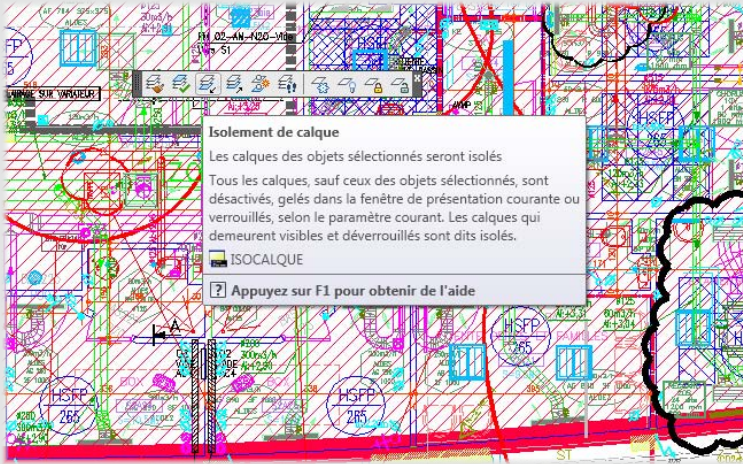

Figure 15
9. Dans la barre d'outils Calque II (sur les plus anciennes versions d'AutoCAD, elle est appelée Express Tools), nous allons isoler quelques calques stratégiques afin de souligner les éléments fondamentaux du projet (la structure et les axes) [voir Figure 15].